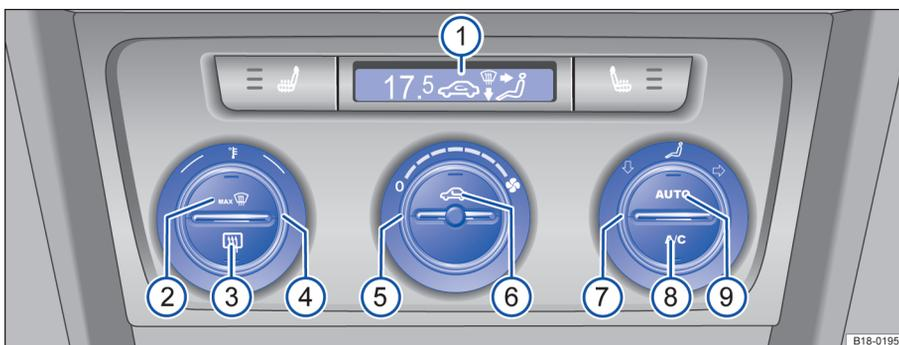

图 155 中控台上：自动空调的操作元件
– 按下“**AUTO**”按钮⇒图 155，按钮上的黄灯亮起。